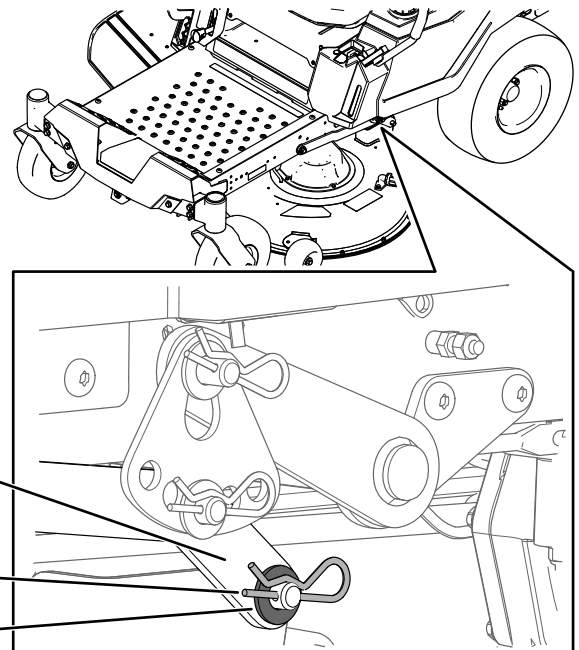

Figura 66
6. En un lado de la máquina, retire la arandela y la chaveta del pasador de la carcasa (Figura 66).
7. Retire el brazo de elevación del pasador de la carcasa (Figura 66).
- En un lado de la máquina, levante la parte trasera de la carcasa de corte e instale el brazo de elevación en el pasador de la carcasa (Figura 66).
- Instale el brazo de elevación usando la arandela y la chaveta (Figura 66).